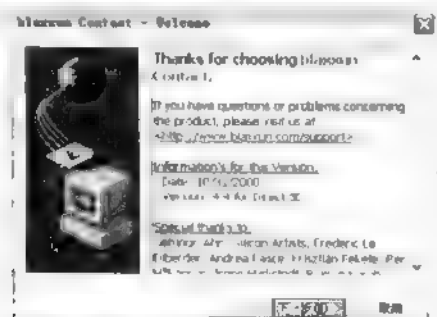

图 18.1 VRML 浏览器安装界面
就会在 MATLAB 中显示如下信息, 并弹出如图 18.1 所示窗口。
② 按图 18.1 所示, 按指示安装 blaxxun Contact, 基本过程和其他应用软件类似, 安装完成后, 就会在 MATLAB 命令窗口中显示: